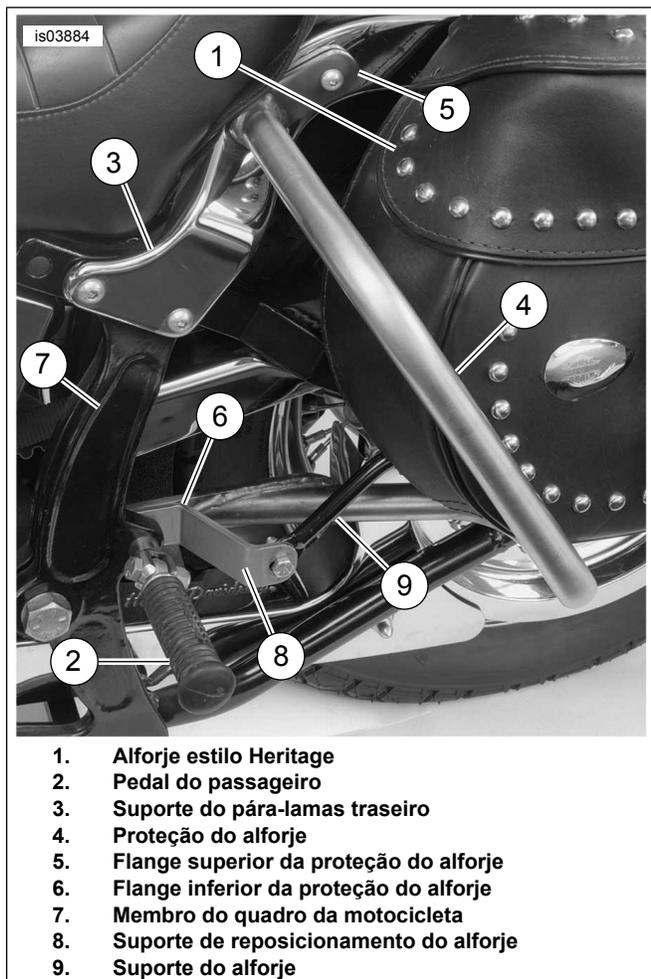
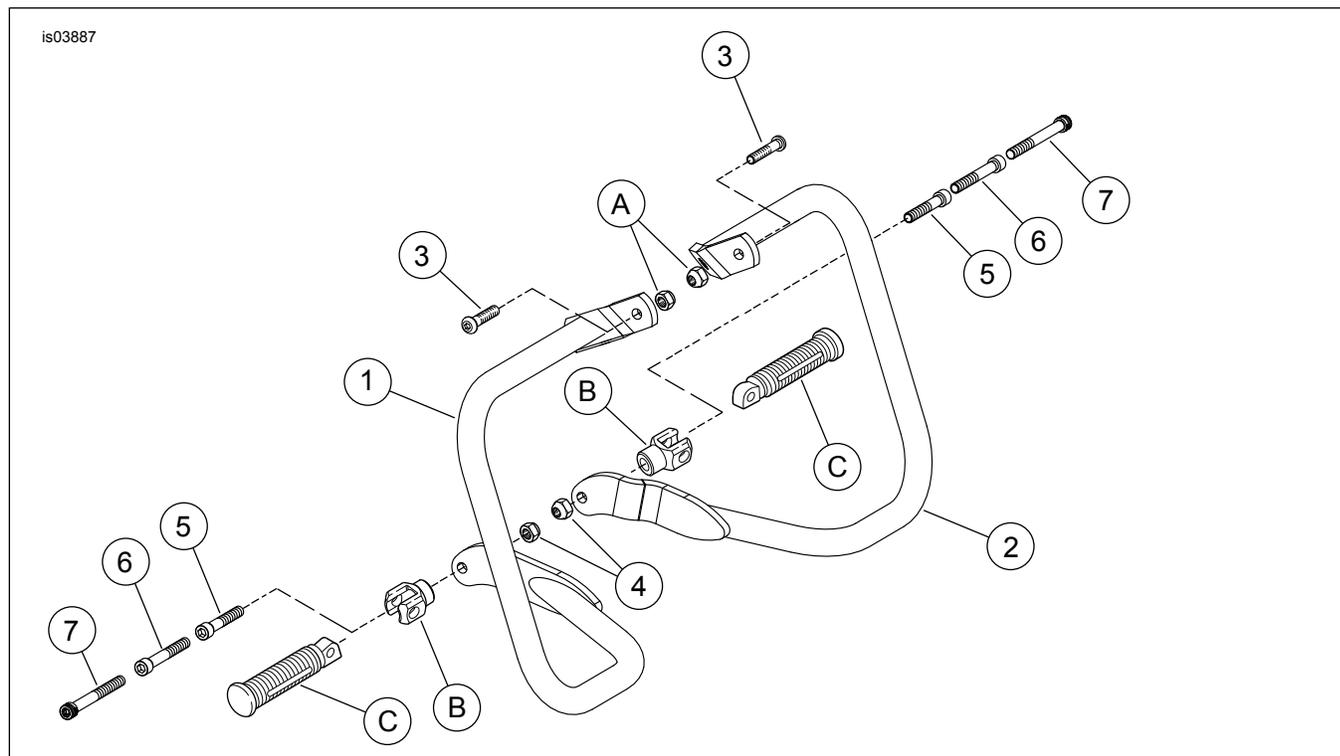

Figura 2. Proteção do alforje traseiro instalada – lado esquerdo
Figura 3. Peças de reposição: proteção do alforje traseiro Softail
Veja a Figura 3 e a Tabela 1.
4. Veja a Figura 2. Instale o flange superior (5) da proteção do alforje (4) no suporte do pára-lamas (3). Instale o parafuso de cabeça abaulada de 3/8-16 x 1-3/4 pol. com o suporte da tira de apoio (se for assim equipada) e as ferragens removidas no passo 3 (se for assim equipada) e a porca na mesma direção do parafuso removido no passo 3. Aperte somente com os dedos.
5. Posicione o flange inferior (6) da proteção do alforje (4) na superfície interna do quadro da motocicleta (7), no local em que é fixado o pedal do passageiro (2) (ou o parafuso do estribo do passageiro). Se for instalado o kit de reposicionamento do alforje estilo Heritage (peça N.º 90238-00), o suporte deverá ser posicionado entre o flange da proteção do alforje e o membro do quadro da motocicleta. Siga as instruções de instalação incluídas no respectivo kit.
6. Veja a Figura 3. Determine a aplicação que combina com o seu modelo e siga o procedimento de instalação apropriado descrito abaixo: **Em modelos com pedal de apoio do passageiro, mas sem suporte de reposicionamento do alforje:** Instale o parafuso Allen de 3/8-16 x 2-3/4 pol. (6) (para os modelos FLSTC ano 2007, use o parafuso Allen de 3,5 pol. [7] do kit) através do suporte do pedal (B). Instale o suporte no quadro. Aperte o parafuso de suporte com um torque de 47 a 61 N·m (35 a 45 lb·pé). Instale o flange inferior da proteção do alforje no parafuso que se projeta da superfície interna do membro do quadro. Instale a contraporca 3/8-16 na extremidade do parafuso. Aperte com torque de 47 a 61 N·m (35 a 45 lb·pé). Instale o pedal de apoio (C) de acordo com as instruções do Manual de serviço. **Em modelos com pedal de apoio do passageiro e suporte de reposicionamento do alforje:** Instale o parafuso Allen de 3/8-16 x 2-3/4 pol. (6) (para os modelos FLSTC ano 2007, use o parafuso Allen de 3,5 pol. [7] do kit) através do suporte do pedal. Instale o suporte no quadro. Aperte o parafuso de suporte com um torque de 47 a 61 N·m (35 a 45 lb·pé). Posicione o suporte de reposicionamento do alforje sobre o parafuso. Instale o flange inferior da proteção do alforje no parafuso que se projeta da superfície interna do membro do quadro. Instale a contraporca 3/8-16 na extremidade do parafuso. Regule o aperto da porca para 47 a 61 N·m (35 a 45 lb·pé). Instale o pedal de apoio (C) de acordo com as instruções do Manual de serviço. **Em modelos com kit de estribo do passageiro com ou sem caixa de ferramentas:** Instale o parafuso Allen de 3/8-16 x 2-1/4 pol. (5) através da montagem do estribo do passageiro e do suporte da caixa de ferramentas (se for assim equipada). Aperte o parafuso de montagem do estribo com um torque de 47 a 61 N·m (35 a 45 lb·pé). Posicione o suporte de reposicionamento do alforje sobre o parafuso. Instale o flange inferior da proteção do alforje no parafuso que se projeta da superfície interna do membro do quadro. Instale a contraporca 3/8-16 (4) na extremidade do parafuso. Regule o aperto da porca para 47 a 61 N·m (35 a 45 lb·pé). **Nos modelos com pedais de apoio do passageiro e caixa de ferramentas:** Instale o parafuso Allen de 3/8-16 x 2-1/4 pol. (5), a partir do lado interno da motocicleta, através do furo no flange inferior da proteção do alforje, o suporte de reposicionamento do alforje no membro do quadro da motocicleta. Aperte o parafuso com um torque de 47 a 61 N·m (35 a 45 lb·pé). Instale o espaçador do pedal de apoio do passageiro na extremidade do parafuso. Aperte o espaçador do pedal de apoio com um torque de 47 a 61 N·m (35 a 45 lb·pé). Instale o suporte do pedal de apoio na extremidade do espaçador do pedal de apoio. Aperte com torque de 47 a 61 N·m (35 a 45 lb·pé). Instale o pedal de apoio (C) de acordo com as instruções do Manual de serviço.